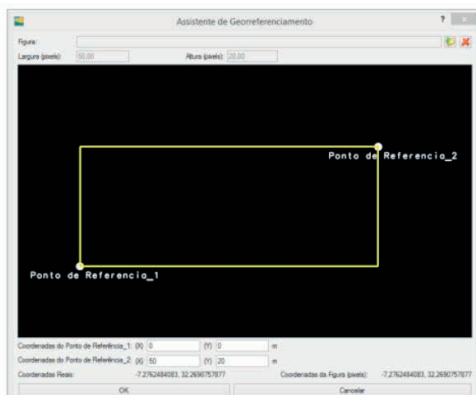

Figura 3.3 Assistente de Georreferenciamento.
- Clique no botão **Mudar**, a partir de qual será aberta a janela “Assistente de Georreferenciamento” (Figura 3.3).